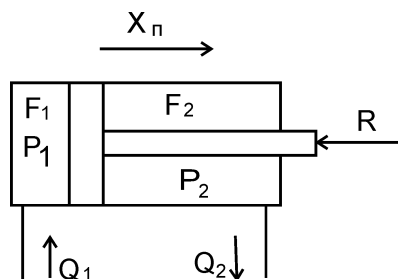

Рис. 4.
2. Составить уравнение движения поршня гидроцилиндра (рис. 4).